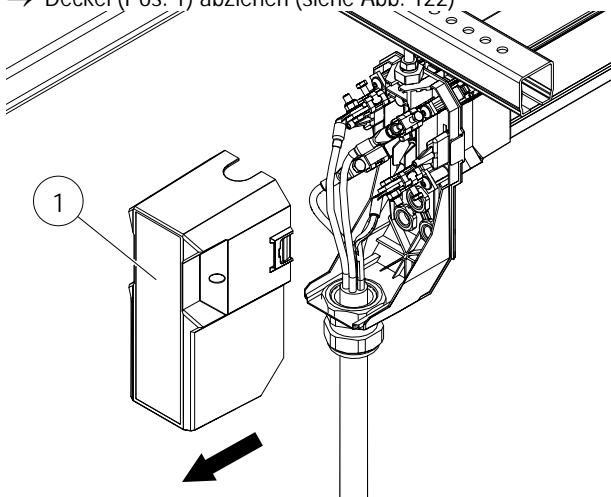

Abb. 122: Deckel (Pos. 1) abziehen
- Deckel (Pos. 1) abziehen (siehe Abb. 122)